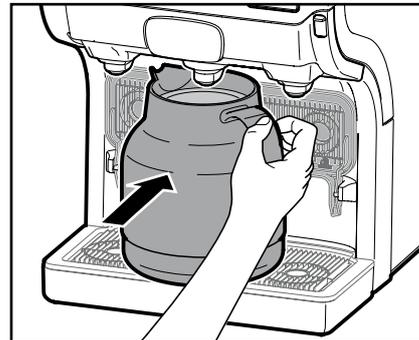

Fig. 12
- Collocare il bicco sulla vaschetta di sgocciolamento. (fig. 12).